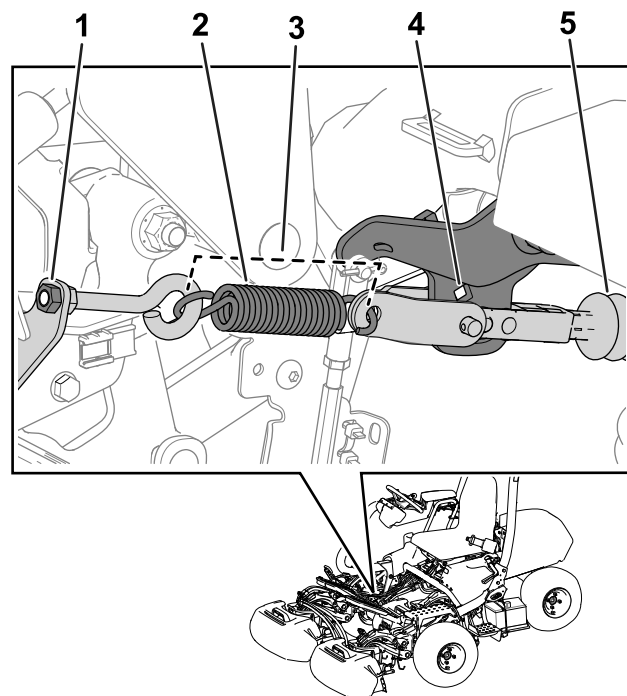

Figura 32
5. Alivie la tensión del muelle aflojando la tuerca que sujeta el cáncamo al soporte del muelle (Figura 32).
Nota: Consulte la Figura 32 para conocer el procedimiento.
- Instale el muelle según se muestra en Figura 32.
- Apriete la tuerca del cáncamo, de modo que la longitud del muelle sea de 11,4 cm cuando se instale (Figura 32).